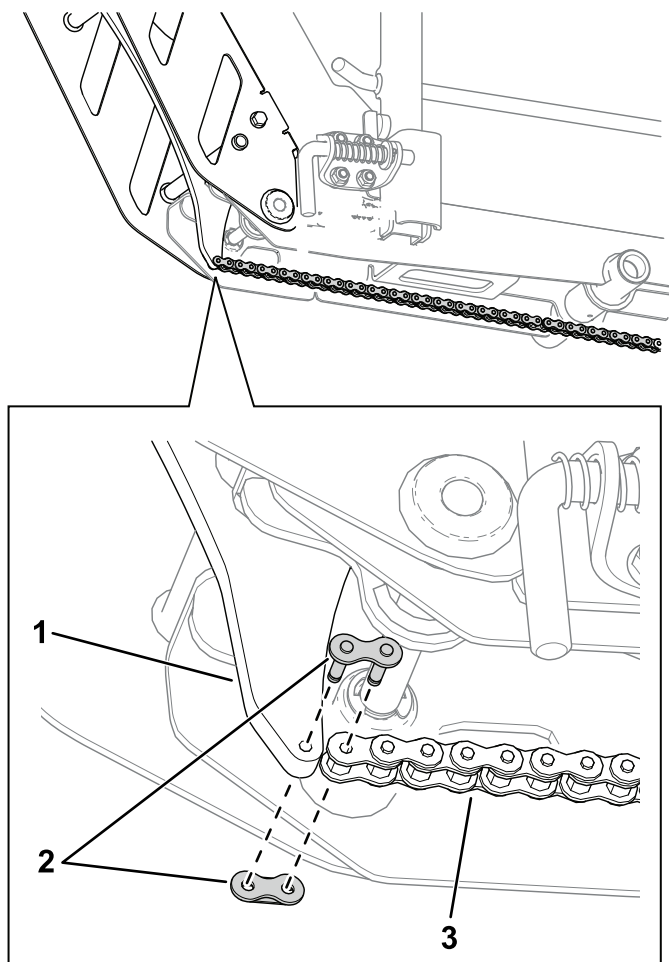

Figura 17
11. Utilice un eslabón de la cadena para conectar cada cadena a los conjuntos de la rampa (Figura 17).